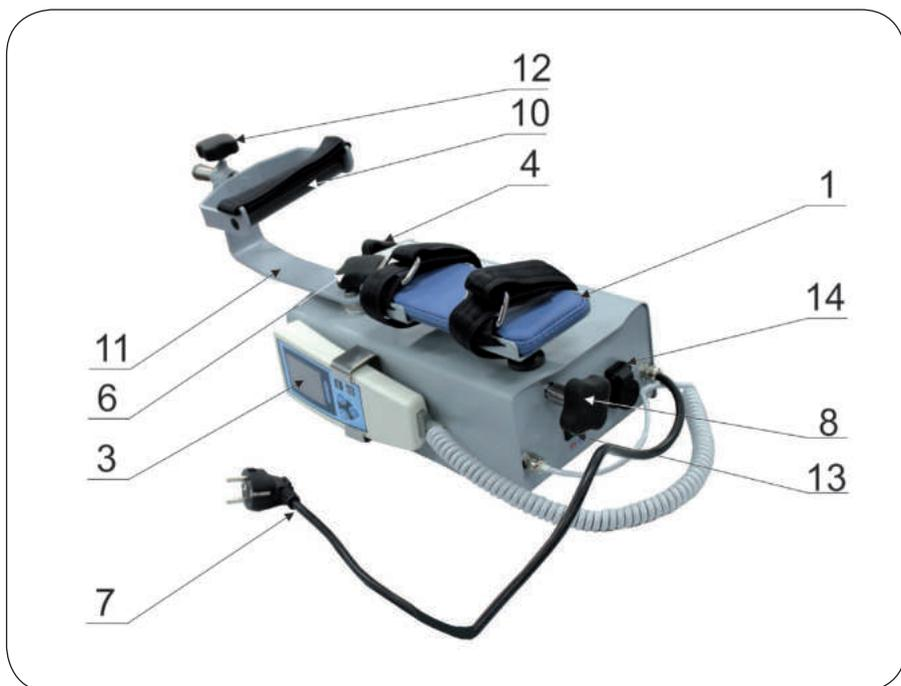

Рисунок 4.2 – Основные функциональные элементы Аппарата в положении для сгибания/разгибания и девиации.
4.2. Основные функциональные элементы Apparata (см. рис.4.1, рис. 4.2):
Аппарат в положении для сгибания/разгибания и девиации включает (см. рис. 4.2): 3. Пульт управления. 4. Фиксатор для стойки пронации/супинации. 6. Фиксатор для ручки пронации/супинации и для водила сгибания/разгибания и девиации. 7. Сетевой кабель. 8. Фиксатор высоты лотка предплечья для сгибания/разгибания и девиации. 10. Ручка для сгибания/разгибания и девиации. 11. Водило сгибания/разгибания и девиации. 12. Фиксатор высоты ручки сгибания/разгибания и девиации. 13. Выключатель «СЕТЬ». 14. Порт USB.